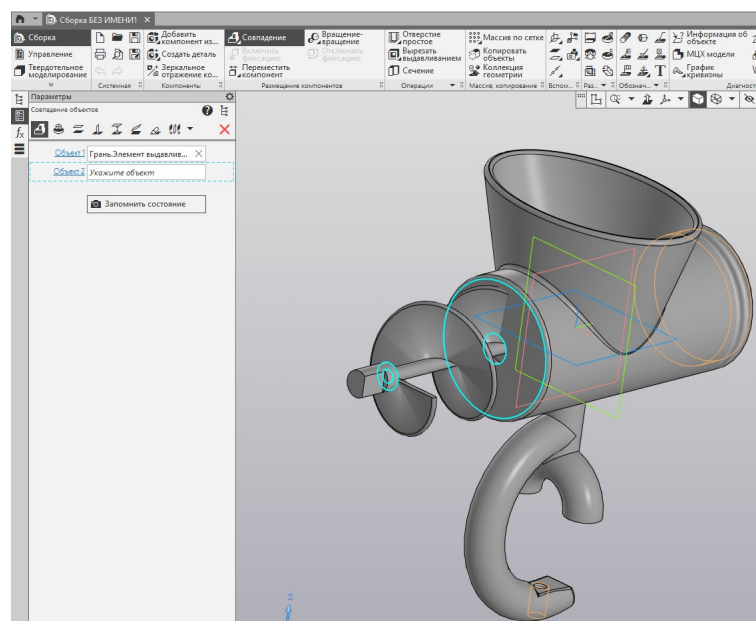

Рисунок 84 – Настройка параметров зависимости «Совпадение» с указанием
11.5.2 Чтобы разместить шнек в требуемом месте внутри корпуса используйте зависимость «Совпадение». Укажите мышкой те поверхности корпуса и шнека, которые должны соприкасаться между собой при посадке шнека в корпус (рис. 84) и подтвердите операцию. Результат сборки показан на рисунке 85.